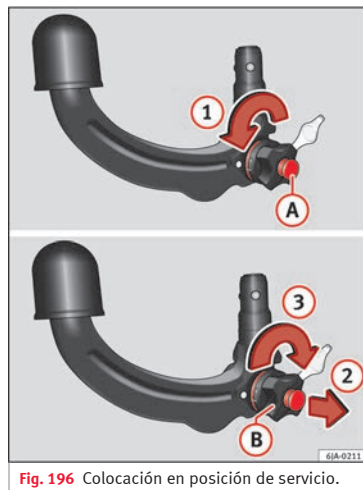

Fig. 196 Colocación en posición de servicio.
- Gire la llave **A** en el sentido de la flecha **1** hasta el tope » fig. 196.